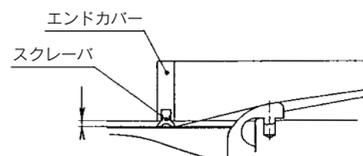

図3
- エンドカバー下部とシリンダチューブ上面とのクリアランスが約1mm程度になる様に、エンドカバーを調整し固定します。この時、スクレーパが脱落したり、よじれて装着されない様ご注意ください。(図3)